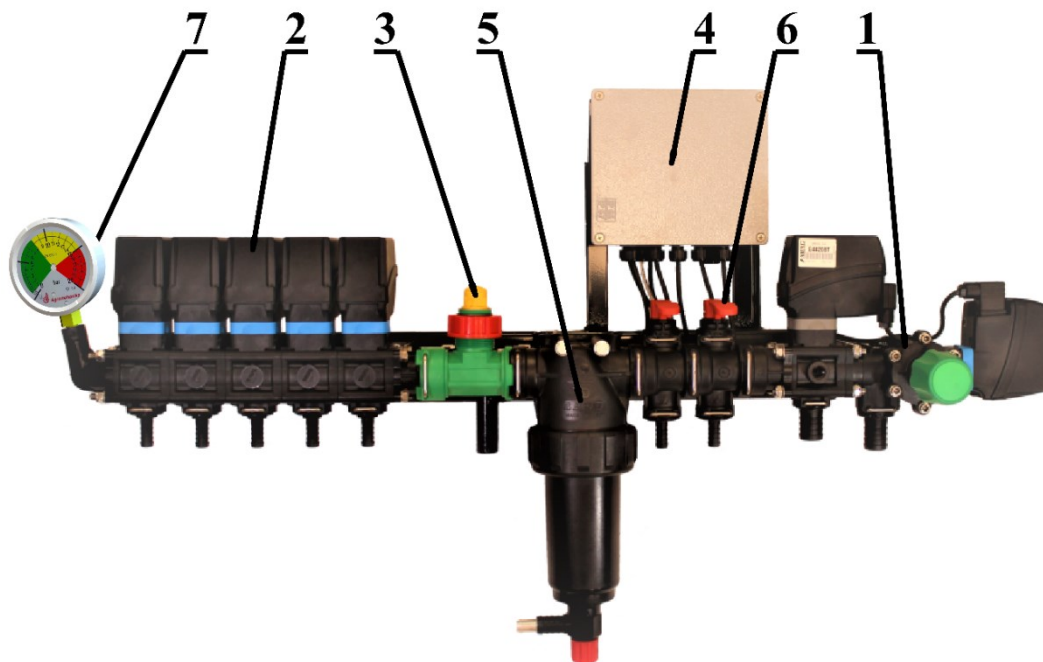

Bild 45
- Der Druckregler bei einer klassischen Regulierung besteht aus einer Baugruppe (Bild 45, Tabelle 7):